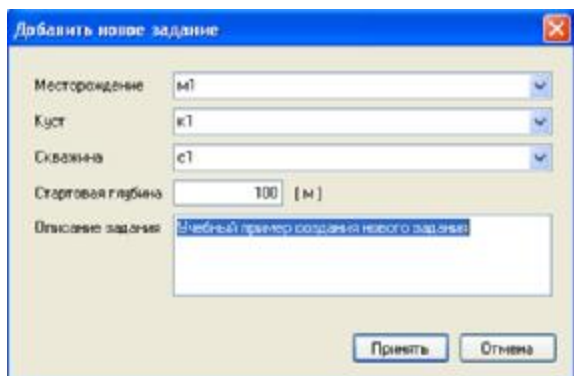

Рисунок 4. Добавление нового задания
**Кнопка «Добавить задание».** При нажатии на эту кнопку появляется диалоговое окно (смотри рисунок 4), в котором можно ввести значения атрибутов нового задания: месторождение, куст, скважина, стартовая глубина, задание на работу (любые комментарии). Значения полей месторождение, куст, скважина можно выбрать из соответствующих выпадающих списков. После ввода значений полей необходимо нажать кнопку «Принять».